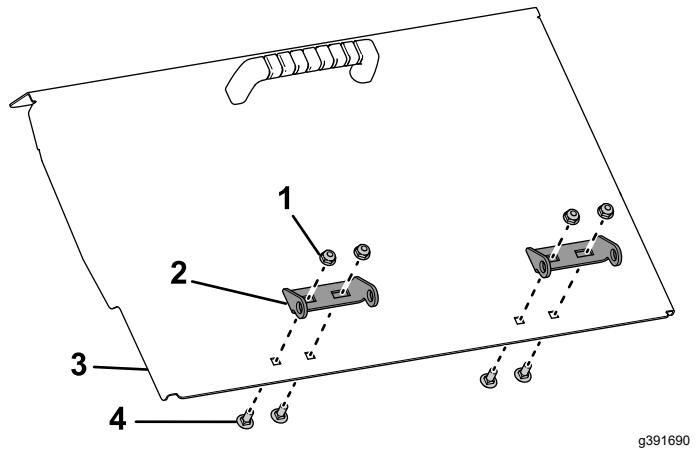

Figura 7
6. Montate la cerniera sullo sportello della tramoggia utilizzando i bulloni a testa tonda ($\frac{1}{4}'' \times \frac{5}{8}''$) e i dadi di bloccaggio (Figura 7) in dotazione.